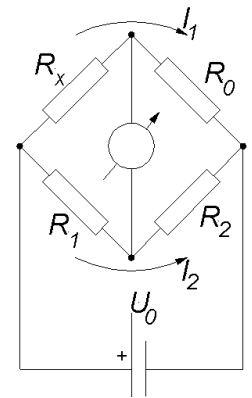

Abb. 4.6: Wheatstone'sche Messbrücke.
Man verhindert diesen Einfluss, indem man stromlos misst; dies erreicht man durch eine sogenannte Brückenschaltung (Wheatstone-Brücke, Abb. 4.6). Dazu verbindet man den zu bestimmenden Widerstand wie in der Abbildung mit drei anderen bekannten Widerständen, von denen mindestens einer verstellbar ist, z.B.  $R_1$ . Diesen Widerstand stellt man so ein, dass das Messgerät keinen Strom anzeigt (keine Spannung zwischen  $P_0$  und  $P_1$ ). Das ist der Fall, wenn die Spannungsabfälle an  $R_2$  und  $R_0$  gleich sind (womit natürlich auch die Spannungsabfälle an den anderen beiden Widerständen  $R_1$  und  $R_2$  gleich sein müssen). Weil kein Strom durch das Messgerät fließt, muss der von  $R_x$  kommende Strom  $I_1$  vollständig weiter durch  $R_0$  fließen. Damit ergibt sich
1. Kalibrierung: Nach Erstellung der Schaltung gemäß Abb. 4.6 wird der Widerstand  $R_x$  in ein Gefäß mit Wasser bei Zimmertemperatur gehängt. Anschließend wird so eingeregelt, dass das Messinstrument Stromlosigkeit anzeigt. Nach diesem Abgleich darf  $R_1$  nicht mehr verändert werden. Man ersetzt dann den Widerstand  $R_x$  durch eine Widerstandsdekade. Für Widerstandswerte von 30 bis 56  $\Omega$  wird die Stromstärke  $I$  notiert (Schrittweite 2  $\Omega$ ). Zur Erstellung der Kalibrierkurve wird  $I$  als Funktion des Widerstandes  $R$  der Dekade graphisch dargestellt.